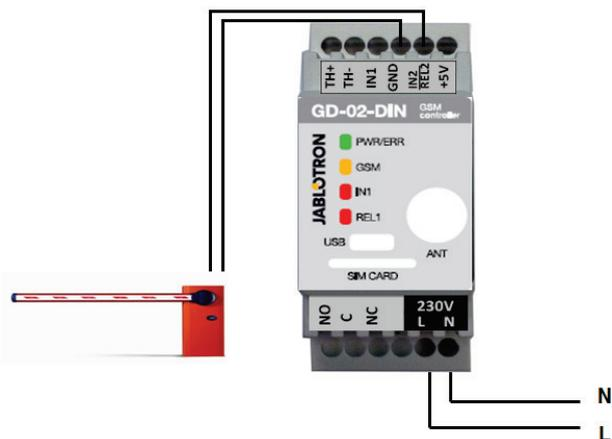

Figura 2: O GD-02-DIN como controlador de barreira.
- A aplicação requer que um contacto seja ligado à saída REL2 / GND e à entrada de baixa tensão de uma gateway controlada (Figura 2).